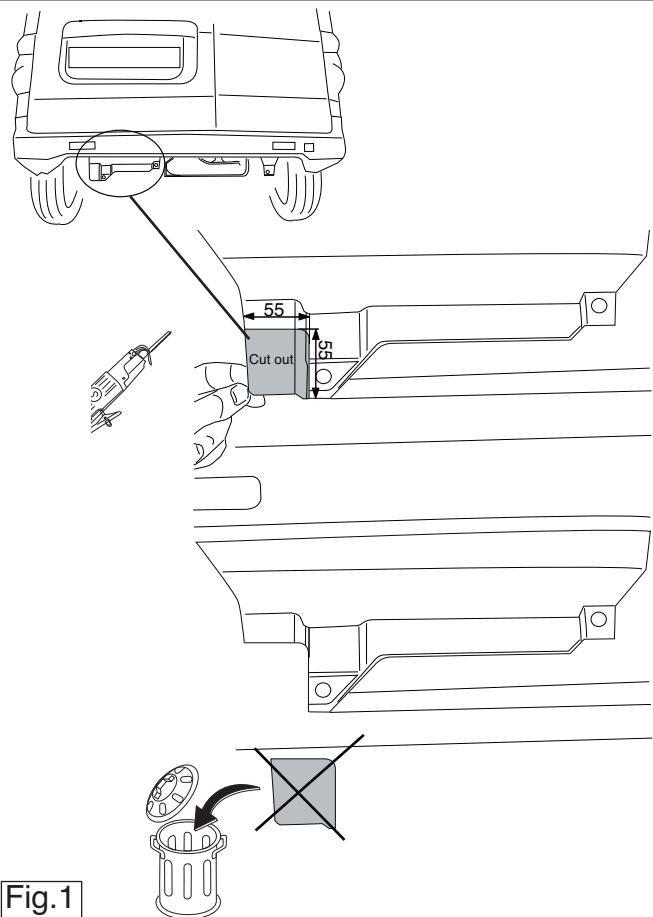

Fig.1
2. Выпилить обозначенные части, как указано на рис. 1.